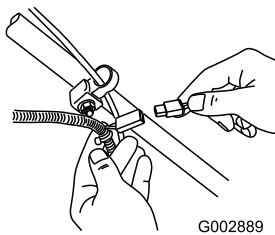

Figure 24
1. Branchez le chargeur au faisceau de câblage de la tondeuse situé sous la clé de contact (Figure 24).